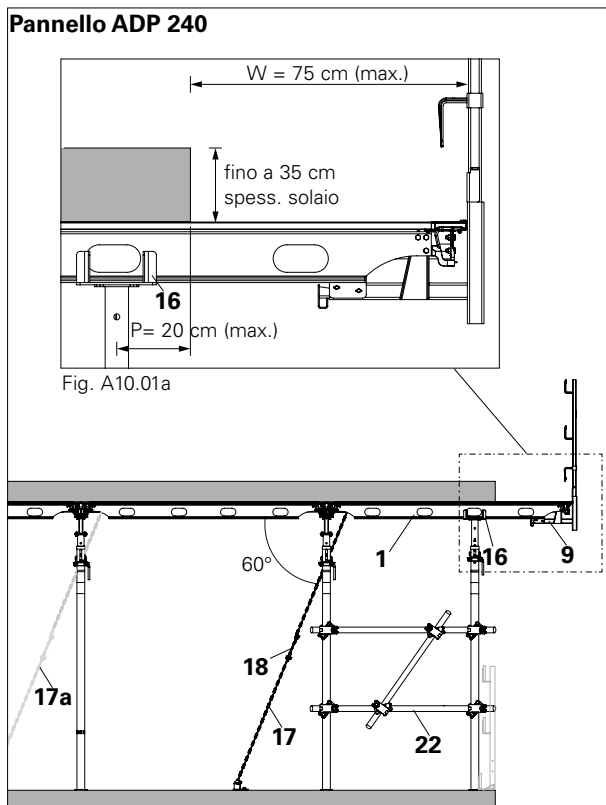
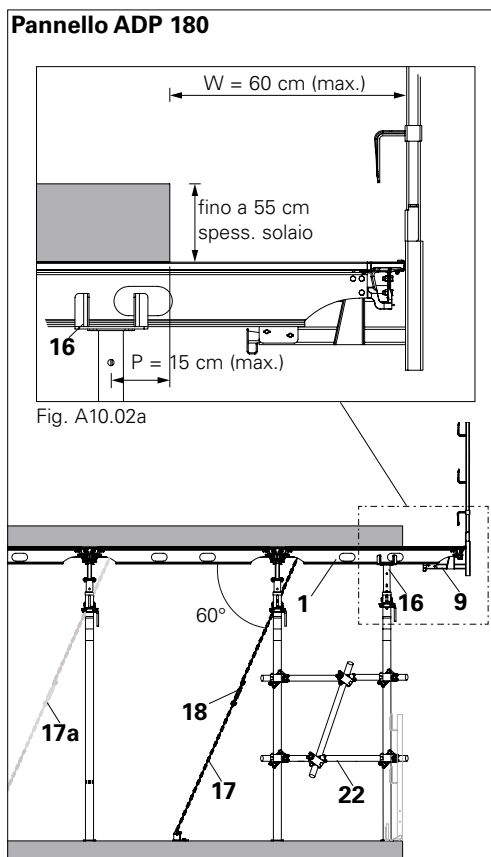

Fig. A10.01
Fig. A10.02
Rispettare la pianificazione specifica del progetto con riferimento al numero di catene supplementari richieste. (Fig. A10.01) e (Fig. A10.02)
1. Montare il pannello ADP (1) con il supporto parapetto ADG (9). (Fig. A10.01)
2. Collegare la testa a croce ADC (16) con il puntello per sostenere il pannello ADP (1).
3. Assicurare l'area a sbalzo con catena di ancoraggio 3,0 kN (17). (Fig. A10.01 + Fig. A10.02)
4. Montare rinforzi a Z aggiuntivi per stabilizzare i puntelli perimetrali, ad es. rinforzi mediante tubi e giunti. (Fig. A10.01 + Fig. A10.02)